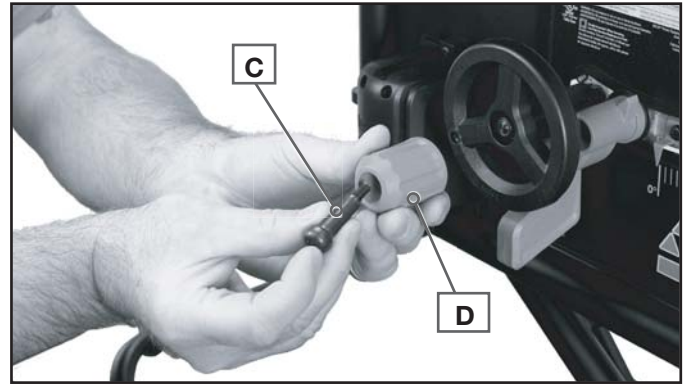

Fig. 1
1. Insérer la vis à épaulement du volant (C) dans le bouton du volant de réglage de la hauteur (D) comme illustré à la Fig 1.